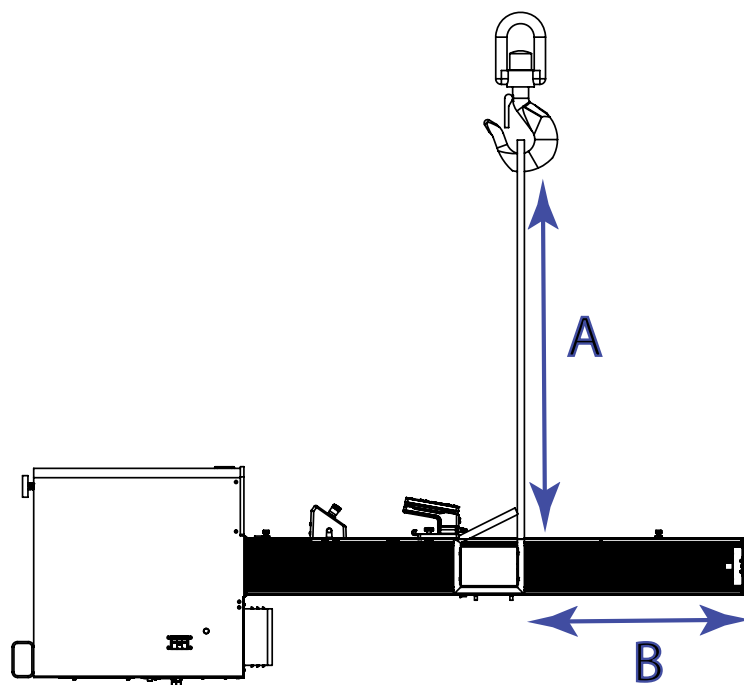

Figura 24. Fissaggio delle imbracature di sollevamento
2. Collegare le due imbracature di sollevamento alla traversa e fissarle al gancio della gru come mostrato nella Figura 24 a pagina 86. Se al posto delle imbracature si utilizzano catene, avvolgere la traversa e la piastra superiore con materiale protettivo per proteggerle da graffi e abrasioni.
La lunghezza dell'imbracatura (A nella Figura 24 a pagina 86) deve essere maggiore della distanza richiesta per superare la piastra superiore (B nella Figura 24 a pagina 86). In questo modo si garantisce che il gancio non danneggi il telaio durante il sollevamento.